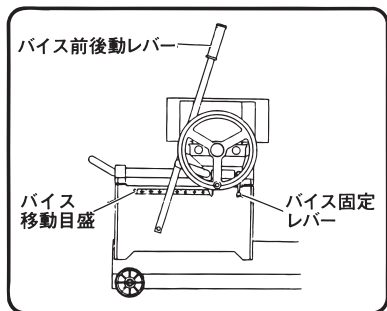
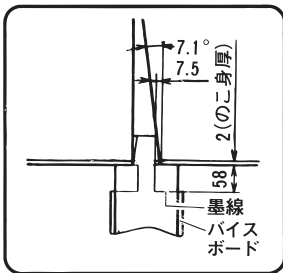

図 13
図 27
- (1) のこ刃の開き、木材の位置決めは、平ほぞ加工（19ページ「1.平ほぞ加工」の項参照）と同様です。
- (2) タテビキのこ刃の切り込み量が132mm以下になるようバイス移動目盛（17ページ図13参照）を見ながらバイスを後退させてください。
- (3) 長さに応じてバイスを前進させ、2回または3回に分けて加工してください。
木材の墨線（図27参照）をバイスボードの先端に合わせバイスを締付け、バイス移動目盛（17ページ図13参照）を見ながらバイスを58mm後退させます。